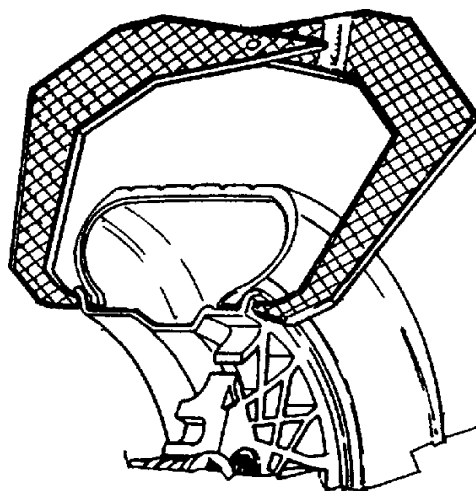

Figure 23
4.5.2.2 Mesurer manuellement la largeur de la jante au moyen d'étriers de largeur jante. Mesurer la roue à l'endroit où les poids correctifs seraient appliqués, Figure 23. Entrer la largeur mesurée en appuyant le bouton **Parameter** puis sur le bouton flèche **Haut** ou **Bas** jusqu'à ce que la valeur souhaitée apparaisse dans l'afficheur de droite.